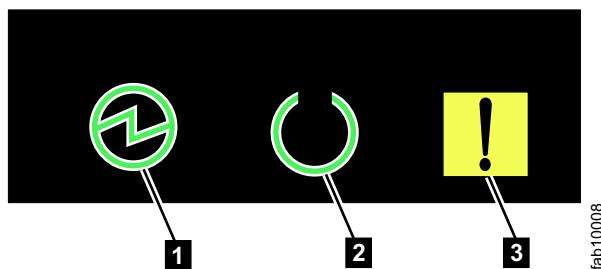

図 57. ノード・キャニスターの LED
- コントロール・エンクロージャーの背面から各ノード・キャニスター上の LED を確認します (図 57 を参照)。